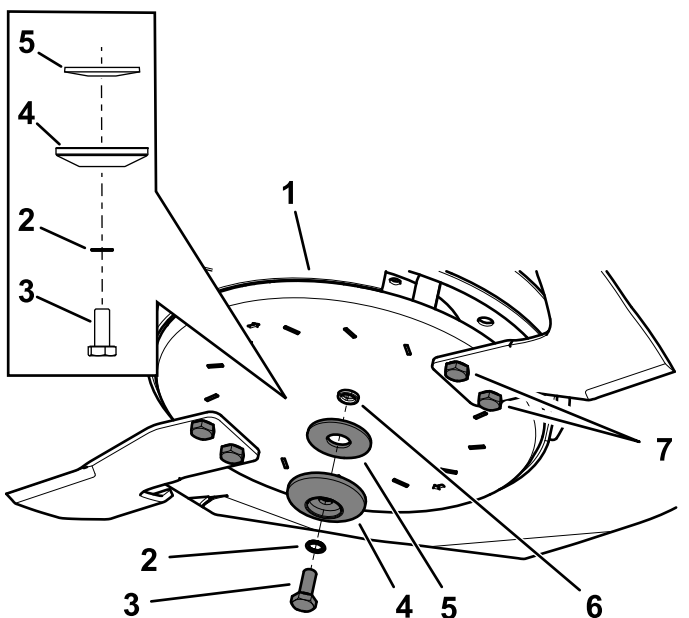

Figura 111
2. Montai ansamblul aripii lamei folosind urubul disc îndepărtat anterior, aiba crestată, elementul de reinere al lamei i aiba curbată (Figura 111).